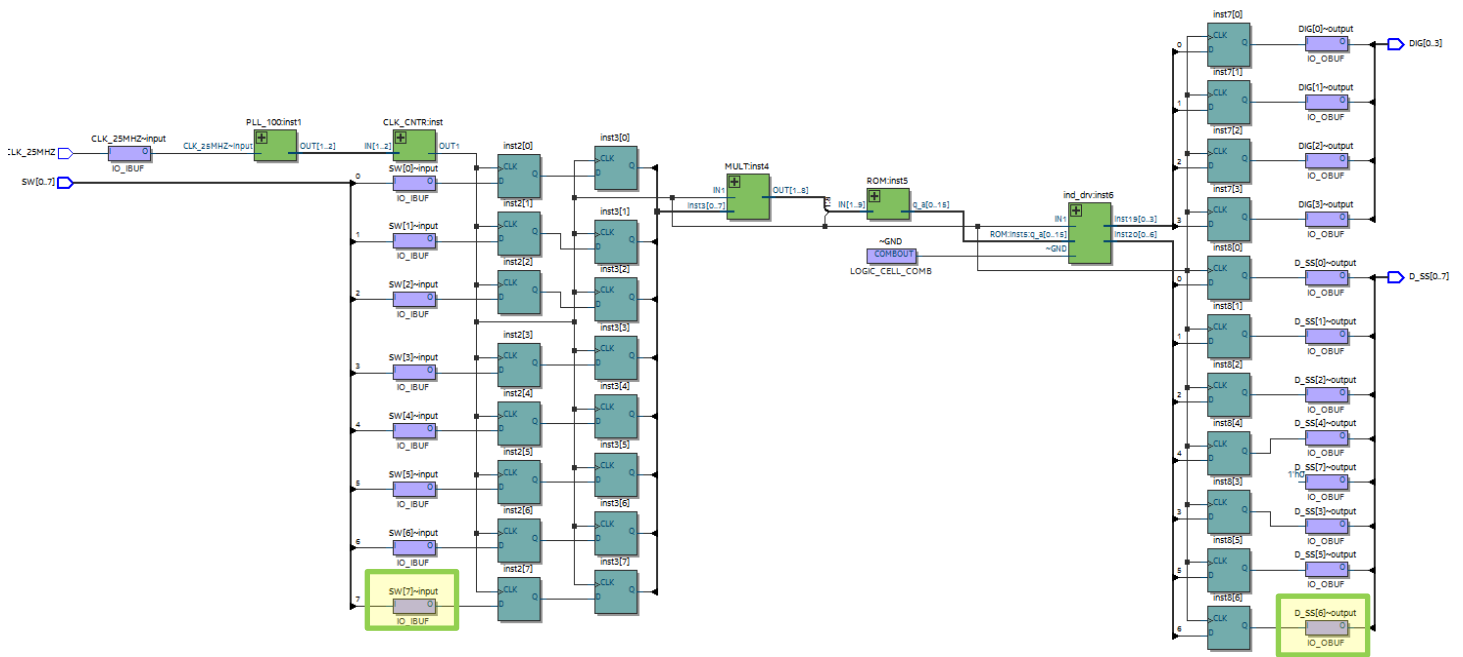

Рис. 53 Представление проектного файла в Technology Map Viewer (Post Mapping)
9.10. Любой из средств просмотра проекта можно открыть самостоятельно из вкладки **Tools**. Например, выполните **Tools=>Netlist Viewers=>Technology Map Viewer (Post-Mapping)**. Откроется окно **Technology Map Viewer**, где можно увидеть схематическое представление проекта в базе элементов ПЛИС (**Logic Cell**), но без привязки к конкретным ресурсам микросхемы (рис.53). Обратите внимание, что в окне редактора стали видны блоки ввода (IO\_IBUF) и вывода (IO\_OBUF).